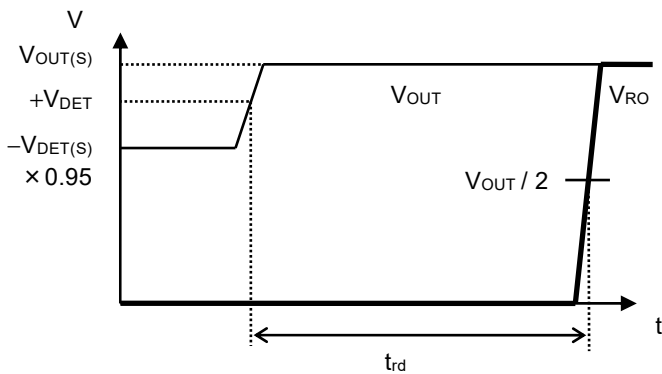

図7 解除遅延時間
*3. V_{OUT} が $+V_{\text{DET}}$ を越えてから実際にRO端子の出力が反転するまでの時間 (図7参照)。この値は解除遅延時間、監視時間調整コンデンサ (C_{DLY}) で変更可能です。